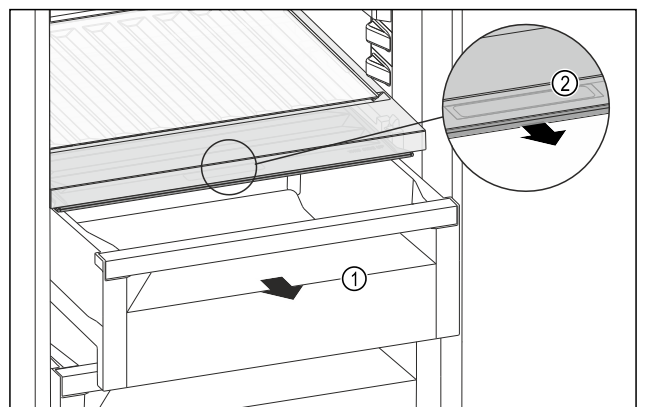

Fig. 219
- ▶ 拉出抽屉 Fig. 219 (1)。
- ▶ 抓住抽屉盖上的内嵌式拉手 Fig. 219 (2)，并同时向前拉出抽屉盖。